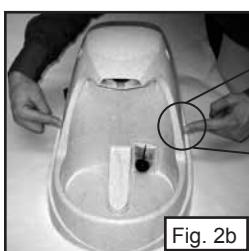

Fig. 2b
- 5) Fjern filterhuset ved forsigtigt at trykke ind på hver side af drikkefontænen dér hvor fordybningen møder sammenføjningen. Løft forsigtigt opad. (Se Fig. 2b-d)